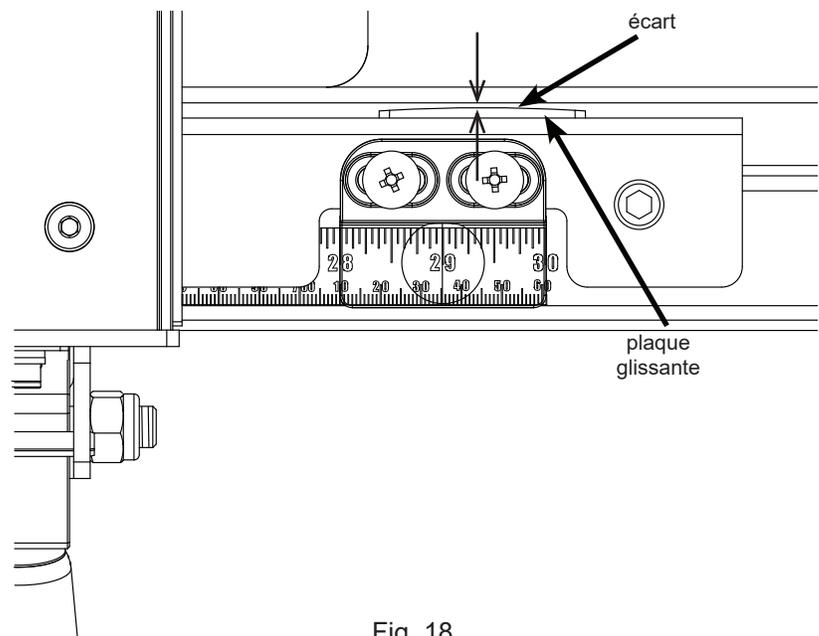

Fig. 18
18. Ensuite, déplacez la clôture vers l'extrémité droite du tube principal, répétez le processus ci-dessus pour positionner le tube principal et serrez le boulon le plus à droite (voir fig. 18). Une fois les deux extrémités du tube principal ajustées correctement, serrez les autres boulons à tête hexagonale M8x1,0x16 à l'aide d'une clé de 13 mm pour monter le tube principal sur le rail avant. Veillez à ne pas trop serrer les boulons car vous risquez de dénuder le filetage du tube principal (couple recommandé = 8,0 ft · lbs). La clôture doit maintenant glisser sans à-coups le long du tube principal sans contrainte ni jeu excessif.